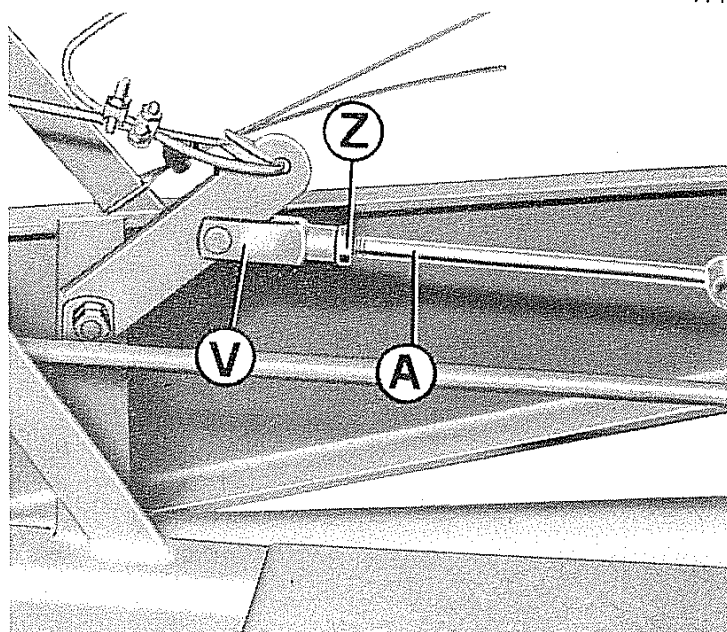

Fig. 15 - Registrazione freni
- Separare la forcella **V** (fig. 15).
- In base alla registrazione che si deve effettuare, avvitare il dado **Z** e la forcella sul tirante **A** (fig. 15), accorciando in tal modo la corsa.